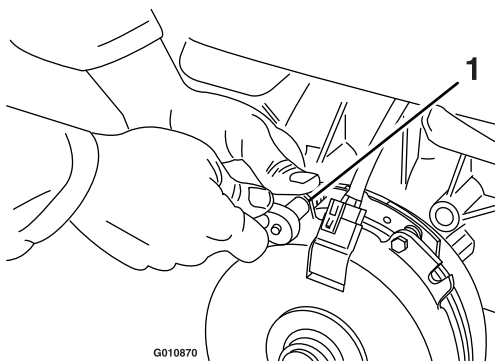

Figure 67
- A. Desserrez les boulons de fixation du frein de ½ tour à 1 tour, comme montré à la Figure 67.